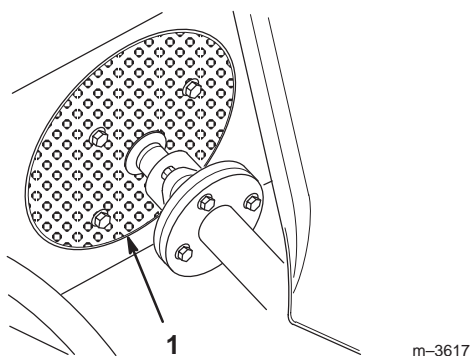

Figure 8
4. Essuyez les débris accumulés sur la grille d'admission d'air rotative (Fig. 8).